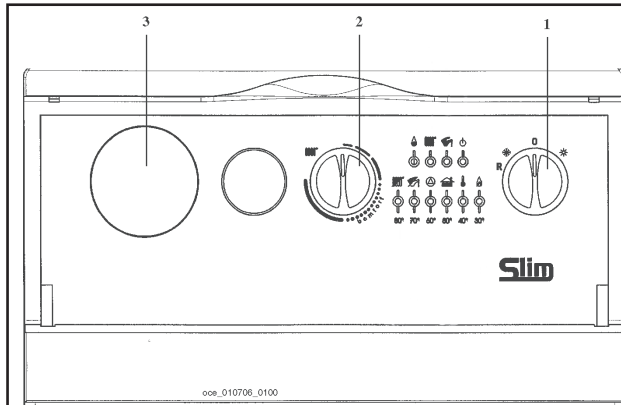
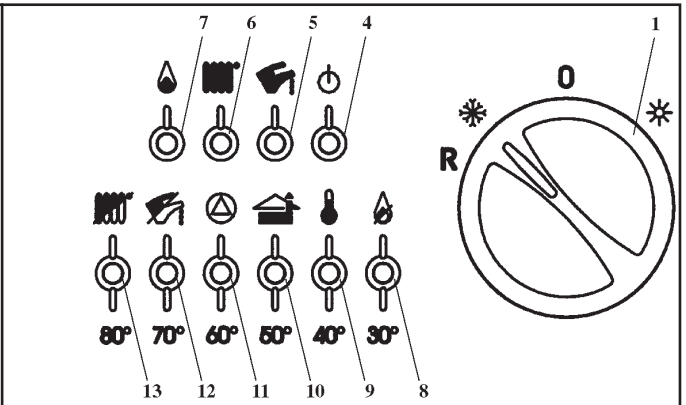

Рис. 1: Панель управления котла
Рис. 2: Световая индикация
- установить переключатель режимов «лето - зима» (рис. 1, позиция 1) в режим «зима».
- установить регулятор температуры воды в системе отопления (рис. 1, позиция 2) на нужное значение.
Важная информация: при переключателе режимов «лето - зима» (рис. 1, позиция 1), установленном в положении «зима» , перед каждым очередным включением котла по сигналу регулятора системы отопления установлена задержка на несколько минут (для того чтобы избежать частых включений/выключений). Для того чтобы горелка включилась сразу, переведите переключатель в положение (0), а затем снова установите режим «зима».
Внимание! При первом включении внутри трубы подачи газа могут образоваться воздушные пробки. В таких случаях горелка не будет включаться и произойдет блокировка котла по газу (загорается красная лампочка блокировки котла - рис. 1, позиция 8).
При возникновении данной проблемы повторите процесс включения котла до поступления газа в горелку, кратковременно установив перед включением переключатель режимов (рис. 1, позиция 1) в положение R (сброс).
Данное устройство может быть снабжено комнатным термостатом для контроля температуры отопляемого помещения. В этом случае регулятор температуры воды в системе отопления (рис. 1, поз.2) устанавливается в максимальное положение, а сигналы на включение и выключение котла поступают от комнатного термостата.
При отсутствии комнатного термостата температура помещения регулируется косвенным образом при помощи регулятора температуры воды в системе отопления (рис. 1, поз.2); при таких условиях насос системы отопления работает постоянно. Для увеличения температуры повернуть регулятор по часовой стрелке, для уменьшения - против часовой стрелки.
-Установить переключатель режимов (рис. 1, позиция 1) в положение (0), проследив, чтобы лампочка-индикатор (рис. 2, позиция 4) погасла; таким образом прекращается подача электричества в котел.
- переключатель режимов (рис. 1, позиция 1) не установлен в положение (0);